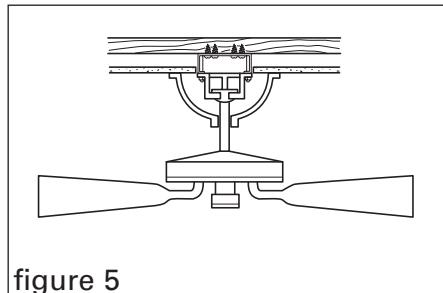

figure 5
3. Installez le support du ventilateur à la boîte électrique en utilisant les deux boulons 10-24 x 1" fournis et raccordez les fils au ventilateur ou à l'appareil d'éclairage selon les instructions du fabricant (figure 5).